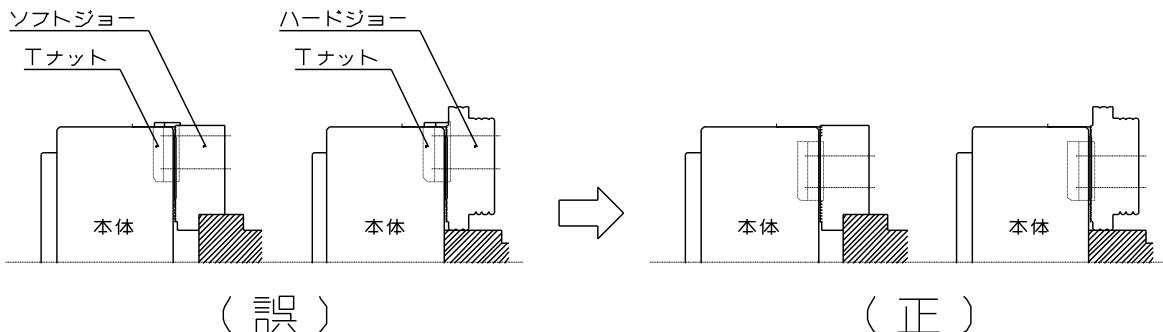

図9
- Tナットはマスタジョーより飛び出さない状態で使用すること。(図9参照)